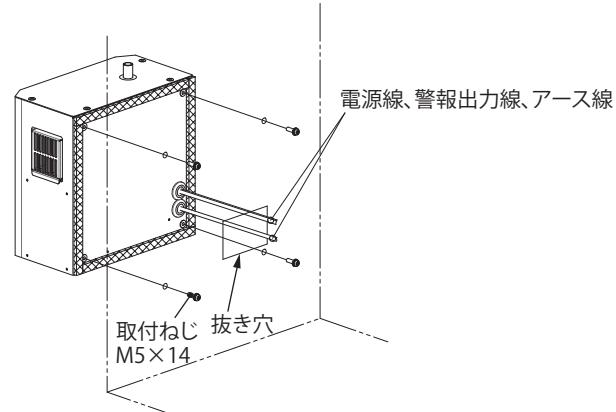

図4
2. 抜き穴から電線(電線、警報出力、アース)をキャビネット内側へ通してください。(図4)
3. 付属の取付ねじM5×14(4本)を使用して、キャビネットに確実に固定してください。(図4)